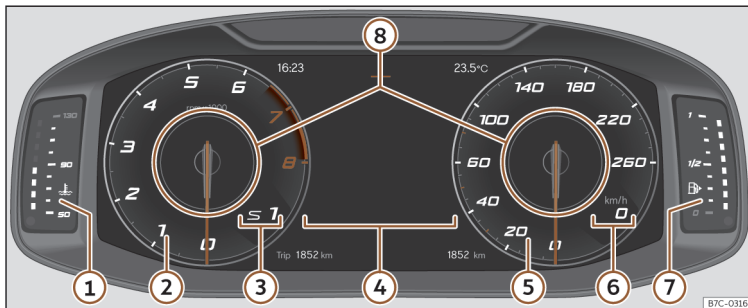

Fig. 50 Digital Cockpit no painel de instrumentos (vista clássica).
Em todas as vistas é possível personalizar a informação que aparece em **Perfis de informação**»» **Fig. 50 ⑧**.
Os ponteiros de rotações por minuto e do velocímetro aparecem em todo o seu comprimento»» **Fig. 50**.